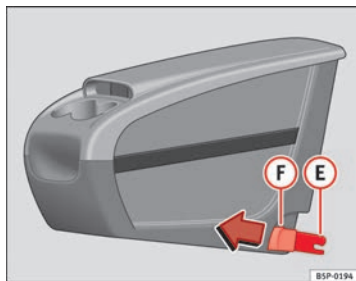
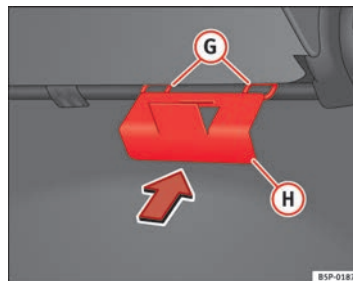

Abb. 113 Zusätzliche Ablage. Montage
Abb. 114 Halteplatte der zusätzlichen Ablage
- Die Halteplatte ④ ⇒ Abb. 114 der zusätzlichen Ablage vom Fahrzeuginnern aus auf der Rückseite des Sitzes befestigen. Sie muss sich zwischen der Lehne und dem Sitzkissen im Bereich des mittleren Rücksitzes befinden.
- Die beiden Befestigungselemente **(E)** ⇒ Abb. 113 zu den beiden Befestigungsringen **(G)** ⇒ Abb. 114 ausrichten und die beiden Klammern vollständig in die Befestigungsringe eindrücken.
- An den Knöpfen ⇒ Abb. 113 **(F)** der Klammern nach vorne ziehen (rote Knöpfe), bis sie hörbar ausgehängt sind.